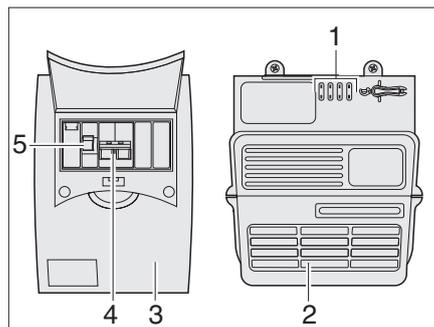

Fig. 90 Bloc secteur et disjoncteur automatique
Le coffret de fusibles 230 V (Fig. 90,3) est montée à côté du bloc transformateur (Fig. 90,2).
Dans le coffret de fusibles (Fig. 90) se trouvent le fusible principal (Fig. 90,4) et un disjoncteur différentiel (Fig. 90,5).
Le disjoncteur différentiel (Fig. 90,5) mesure le flux de courant des lignes d'arrivée et de retour de courant. En cas d'équilibre entre les deux lignes, le disjoncteur différentiel reste inactif. En cas de différence entre les lignes, le disjoncteur interrompt immédiatement le flux de courant. De la sorte, il empêche des accidents électriques dangereux.
- Pousser l'interrupteur principal (Fig. 90,4) vers le haut en position "ON".
- Pousser le disjoncteur différentiel (Fig. 90,5) vers le haut en position "ON".